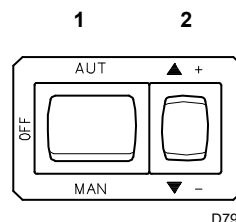
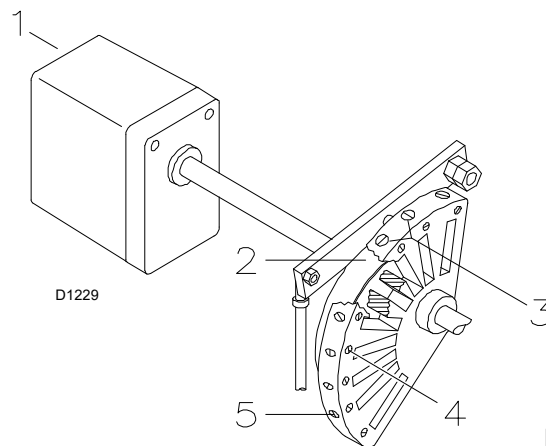

Fig. 27
Fig. 30
- Porniți arzătorul închizând telecomenzile și cu comutatorul 1)(Fig. 27 la pag. 24) în poziția „MAN”. De îndată ce arzătorul pornește, verificați direcția de rotație a rotorului ventilatorului de la viziera cu flacără 25).
- Când uleiul curge prin șurubul 3), pompa este pornită. Opriți arzătorul: comutatorul 1)(Fig. 27 la pag. 24) în poziția „OFF” și înșurubați șurubul 3).
Închideți telecomenzile și puneți comutatorul 1)(Fig. 27) în poziția „MAN”.
În descrierea anterioară am lăsat arzătorul pornit, funcționând la putere MINIMĂ. Acum apăsați butonul 2)(Fig. 27) „+” și țineți-l apăsat până când servomotorul a ajuns la 130°.
Variați profilul final al camei 2)(Fig. 30) acționând asupra șuruburilor 5).
Apăsați butonul 2)(Fig. 27 pag. 24) „scădere putere” și mențineți-l apăsat până când servomotorul ajunge la 20° (reglare efectuată din fabrică).
Variați profilul inițial al camei 2)(Fig. 30) acționând asupra șuruburilor 3).
Apăsați butonul 2)(Fig. 27 la pag. 24) „creștere putere” puțin, astfel încât servomotorul să se rotească cu aproximativ 15°. Reglați șuruburile până la obținerea arderii optime. Procedați în același mod cu șuruburile ulterioare.
Oprii arzătorul prin pornirea comutatorului 1)(Fig. 27 la pag. 24), poziția off, eliberați cama 2)(Fig. 30) de la servomotor, apăsând și deplasând butonul 3)(Fig. 31) spre dreapta și verificați de mai multe ori prin rotirea camei 2) înainte și înapoi cu mâna că mișcarea este ușoară și nerestricționată.
După finalizarea reglării, fixați-o acționând asupra șuruburilor 4)(Fig. 30).